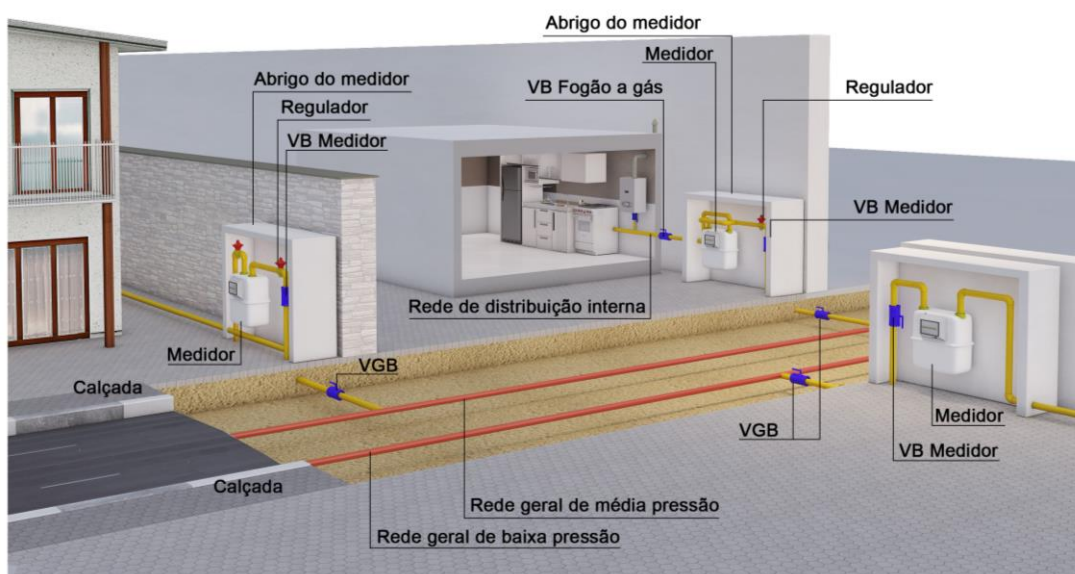

Figura 3.4 - Tipologia ilustrativa com medidor, com ou sem regulador em casas
- Tipologia com medidor, com ou sem regulador em casas (figura 3.4).